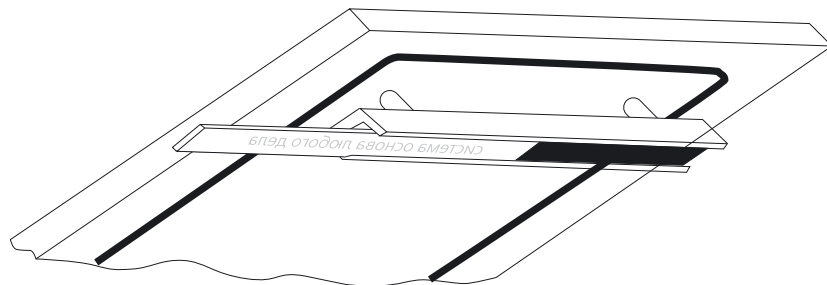

Рис. 4. Замена клише
- Текст наносится на сварочный шов с помощью клише, вставляемого в прижимной барьер. **Для смены клише** необходимо извлечь его из прижимного барьера, выдвинув в сторону пластину клише (см. рис. 4). Вставив новое клише, убедитесь в правильной ориентации текста. Тefлоновая пластина должна быть вставлена до конца и не выступать за края прижимного барьера.